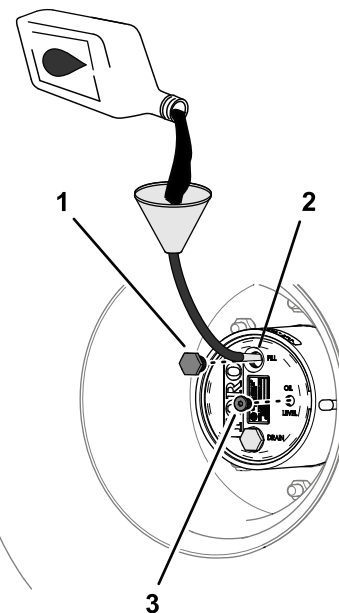

図 98
4. オイルの量が少ない場合は、補給プラグを取り、点検穴からあふれ出てくるまで所定のオイルを補給する 図 98 プラネタリギアドライブの潤滑油の仕様 (ページ 64) を参照。
6. 補給プラグと点検プラグを取り付ける 図 98。
1. 補給プラグの穴から、新しいオイルをゆっくりと入れる 図 98 プラネタリギアオイルの点検 \(ページ 64\)を参照。
3. 補給プラグと点検プラグを取り付ける 図 98 プラネタリギアオイルの点検 \(ページ 64\)を参照。